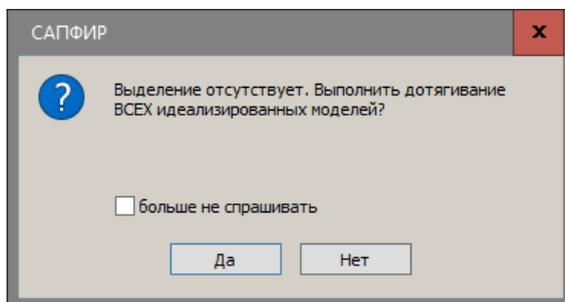

Рис.15.37. Диалоговое окно САПФИР
- В открывшемся диалоговом окне **САПФИР** (рис.15.37) щелкните по кнопке **Да**